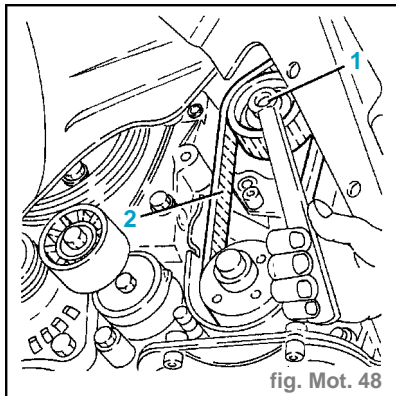

fig. Mot. 48
- Desserrer l'écrou (1) du tendeur mobile de la commande de distribution. (fig. Mot. 48)
- Enlever la courroie crantée de commande de distribution (2).